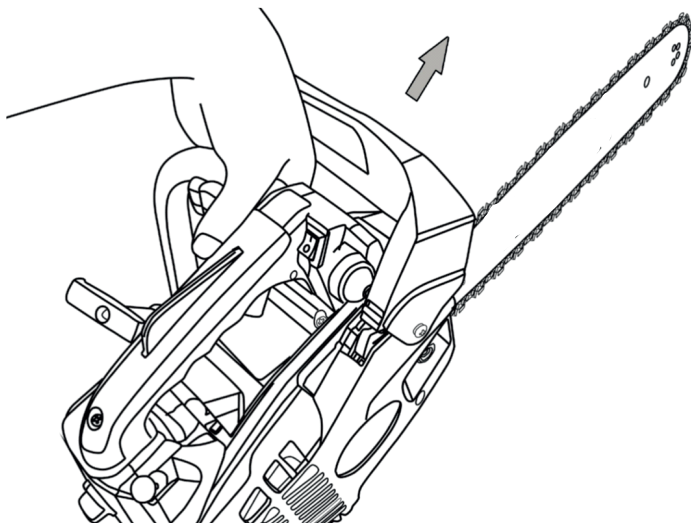

Рис. 21. Остановка цепи тормозом цепи
1. Отщелкните от себя ручку тормоза цепи, тем самым остановив ее вращение (рис.21).